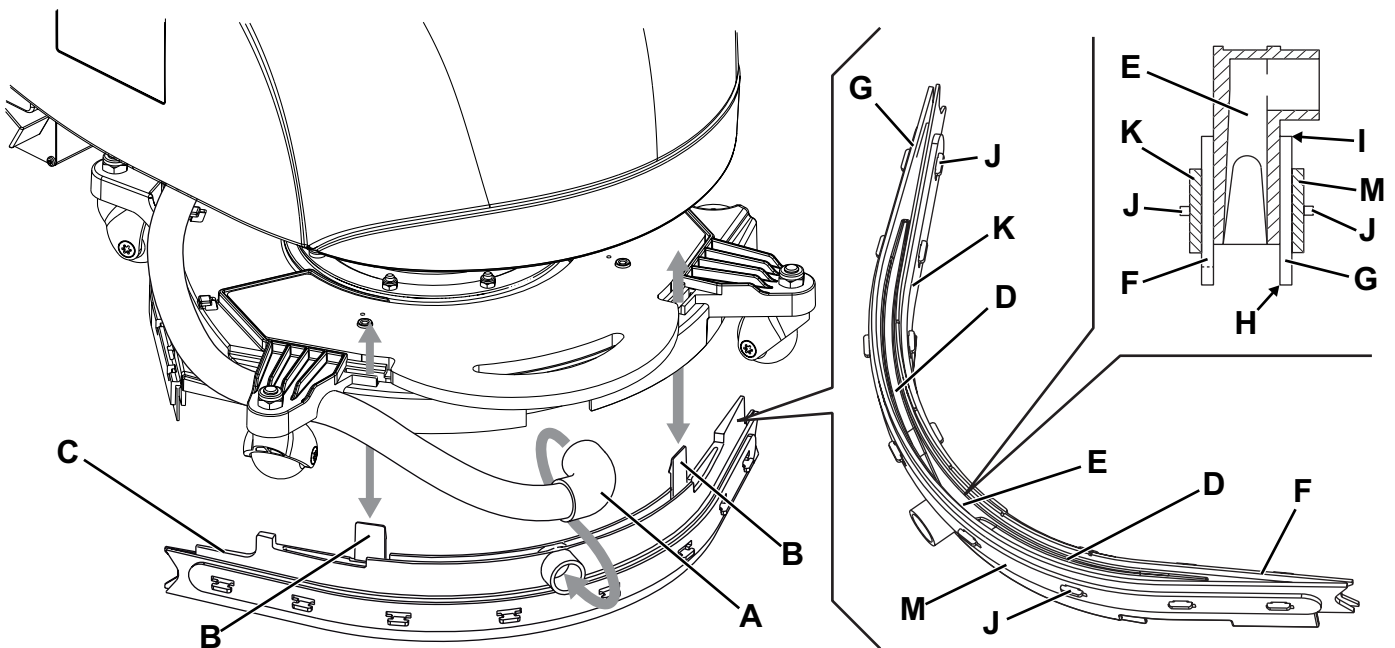

Abbildung 4
2. Wählschalter (32) auf 0 stellen und Batterie trennen (7).
3. Bürsten-/Padhalterkopf (12) bis zum Anschlag gegen den Uhrzeigersinn drehen.
4. Das Ansaugrohr (A, Abb. 4) durch Abschrauben der Schelle von der Sauglippe lösen.
5. Federn (B) lösen und Sauglippe (C) entfernen, indem man sie aus dem Bürstenkopf nach unten herauszieht.
6. Sauglippe abspülen und reinigen. Insbesondere die Förderöffnungen (D) und die Ansaugöffnung (E) von Schmutz und Abfällen befreien.
7. Überprüfen, ob der vordere (F) und der hintere Gummi (G) unversehrt sind und keine Schnitte oder Risse aufweisen, gegebenenfalls austauschen (siehe nachstehender Absatz).
2. Überprüfen, ob der vordere (F, Abb. 4) und der hintere Gummi (G) unversehrt sind und keine Schnitte oder Risse aufweisen, gegebenenfalls wie folgt austauschen. Überprüfen, ob die Vorderkante (H) des hinteren Gummis Verschleiß aufweist. Gegebenenfalls Gummi umdrehen und die andere Kante (I), sofern noch unversehrt, als Vorderkante verwenden. Ist auch die andere Kante verschlissen, Gummi wie folgt austauschen:
- Befestigungsstreifen (K oder M) von den Haltevorrichtungen (J) abnehmen. Gummi (G oder F) austauschen (oder umdrehen).
3. Sauglippe (C) montieren: Federn (B) in in den Bürstenkopf einstecken.
4. Ansaugrohr (A) an die Sauglippe anschließen und die Schelle spannen.